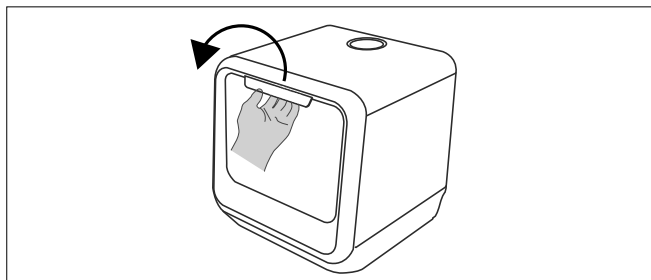

Fig. 12 – Ouverture de la porte
- ▶ Saisissez la poignée encadrée (1) et ouvrez la porte en la tirant vers vous. Ouvrez complètement la porte (voir Fig. 12).